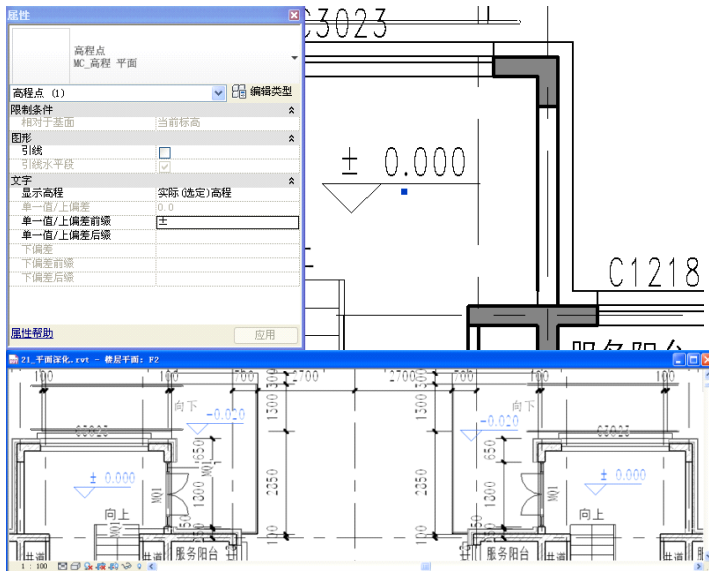

图 6-32
- 6) 单击“注释”选项卡>“尺寸标注”面板>“高程点”工具,使用“MC\_高程.平面”标注图示4个位置的高程,单击鼠标在适当位置放置标高符号,鼠标向上或者向下完成放置。注意选择任意高程单击“属性”按钮,在“属性”对话框中,为0.000高程添加“单一值/上偏差前缀”为“±”(如图6-32所示)。